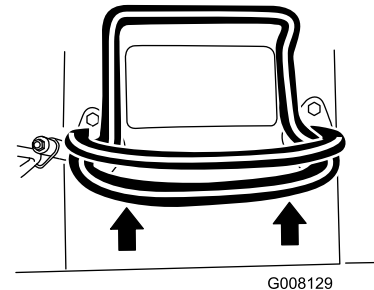

Figure 6
- Pour vous déplacer en marche avant, poussez la commande de déplacement en avant (Figure 6).